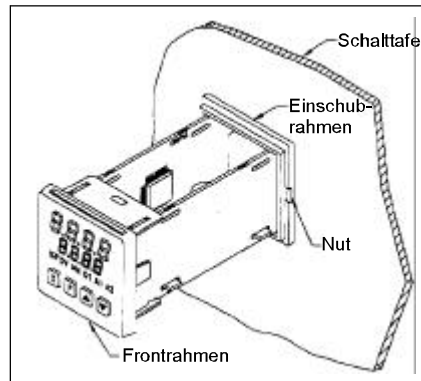

Bild 4.3: Aus- bzw. Einbau des Einschubs
Setzen Sie einen passenden Schraubendreher in die Nut an der Seite des Einschubrahmens. Drehen Sie ihn langsam, bis sich der Elektronikeinschub aus dem Rahmen löst und ziehen ihn vorsichtig heraus (siehe Bild 4.3).
1. Ziehen Sie den Elektronikeinschub aus dem Gehäuse (siehe Bild 4.3).